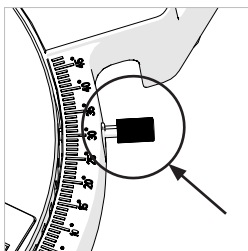

Fig. 12
- Afloje el tornillo de bloqueo del ángulo de inglete. **(Fig.12)** Este se encuentra en el lado derecho delantero de la mesa, cerca de la marca de referencia de 30°.